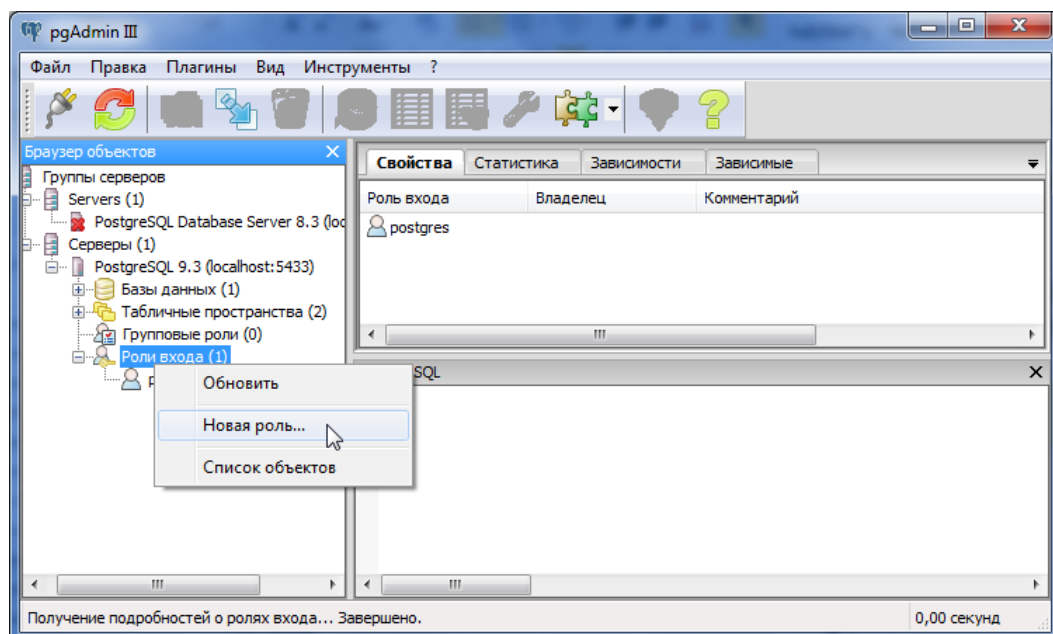

Рис. 5.15. Интерфейс программы pgAdmin III
- В браузере объектов (поле слева) найдите группу Роли входа и щелкните по названию группы правой кнопкой мыши. В контекстном меню выберите пункт *Новая роль...* (Рис. 5.15).